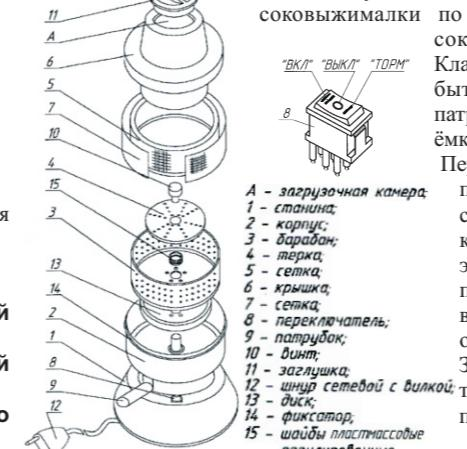

Рисунок 1 - соковыжималка электрическая бытовая СВПР-201 в разобранном виде
5.1 Соковыжималка (рисунок 1) состоит из: